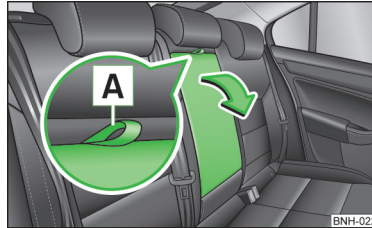

Abb. 39
- › An der Schlaufe **A** » Abb. 39 ziehen und die Armlehne in Pfeilrichtung vorklappen.